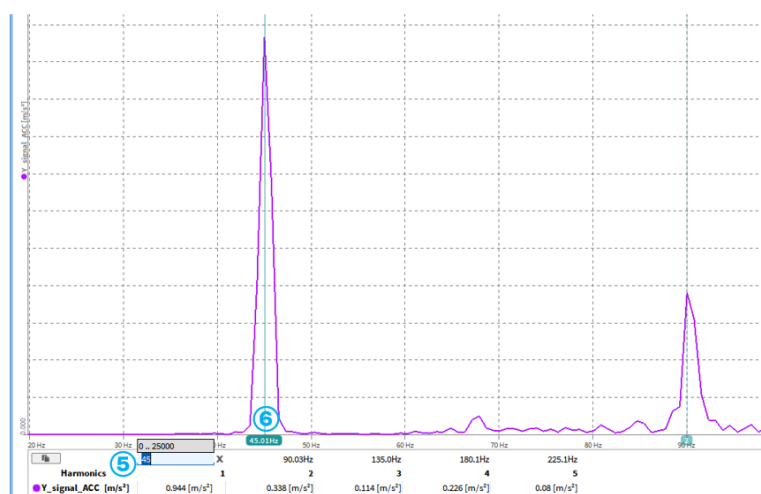

Abb. 8.65: Änderung der Markerposition der ersten Harmonischen
Die Position aller Marker kann geändert werden, indem eine neue Frequenz für die erste Harmonische eingetragen wird (siehe ⑤ in Abb. 8.65). Es ist zudem möglich, den ersten Harmonischen Marker mit der Maus zu verschieben (siehe ⑥ in Abb. 8.65). In beiden Fällen werden die Positionen der übrigen Marker automatisch angepasst.